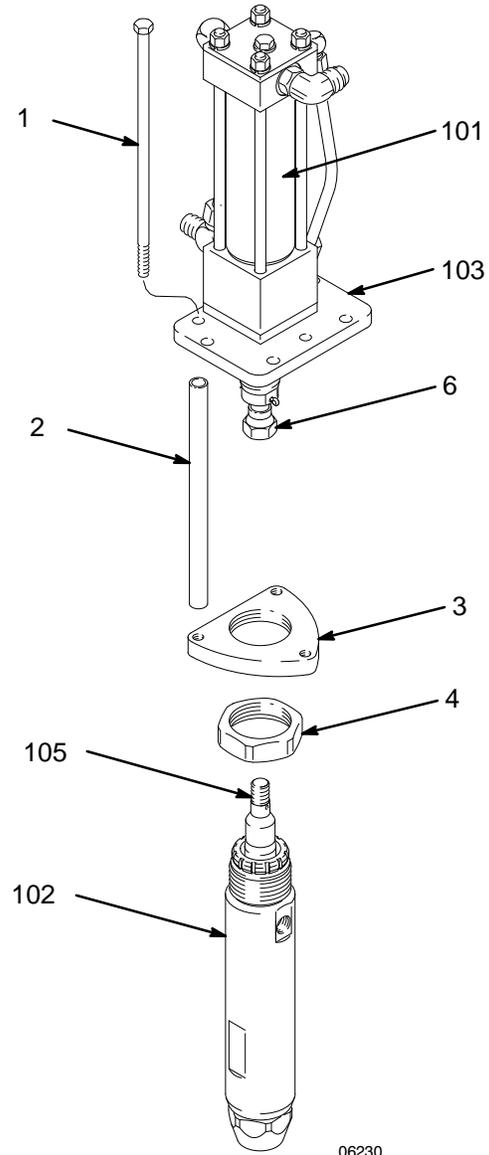

Fig. 3
1. Apretar con la mano la contratuerca (4) en la bomba de desplazamiento (102).
2. Colocar la placa de conexión inferior (3) sobre la contratuerca (4). Apretar la contratuerca contra la placa de conexión inferior. Aplicar un par de torsión de 190–203 N•m (140–150 pies/lb).
3. Pedir a una persona que sostenga la bomba de desplazamiento mientras otra la conecta al motor (ver la **PRECAUCION** arriba). Agarrar el acoplador (6) con una llave ajustable para evitar que gire y conectarlo firmemente a la varilla de desplazamiento (105) con otra llave ajustable. Ver la Fig. 3.
4. Conectar la bomba de desplazamiento al motor hidráulico insertando los tres pernos (1) a través de la placa de conexión superior (103), las barras de conexión (2) y la placa de conexión inferior (3). Aplicar un par de torsión de 27–40 N•m (20–30 pies/lb).